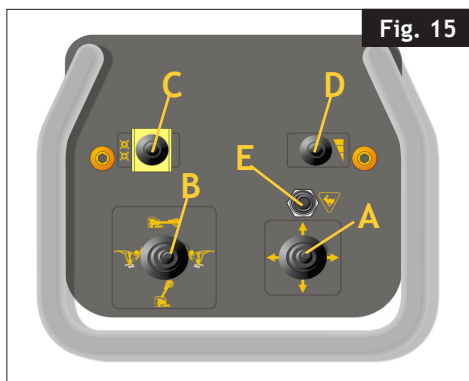

Fig. 15
- Leva a quattro posizioni (A fig. 15) che:
- Leva a 4 posizioni (B fig. 15) che:
- Leva a due posizioni (C fig. 15) che comanda l'apertura e la chiusura dell'autocentrante
- Leva a tre posizioni (D fig. 15) che comanda le velocità di rotazione dell'autocentrante
- Pulsante (E fig.15) che azionato contemporaneamente al comando di traslazione dei carrelli permette di aumentare la velocità di movimento